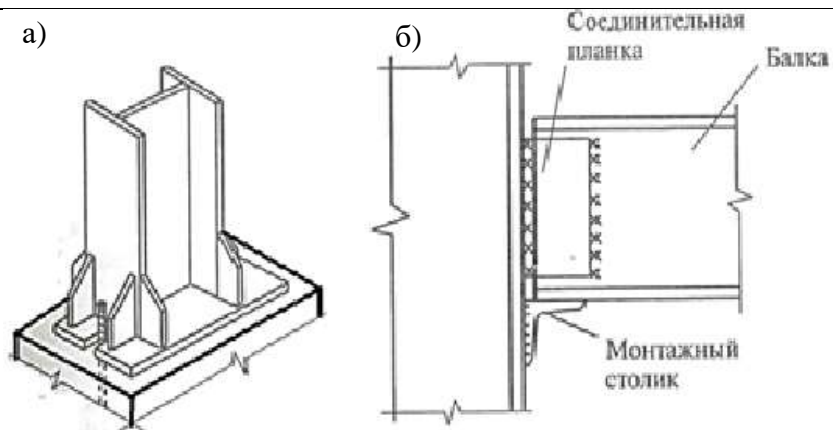

Рис. 2. К задаче 2
**Задача 2.** Оцените, какими считаются следующие соединения: стальной колонны с фундаментом (рис. 2, а); стальной колонны с балкой (рис. 2, б) – шарнирным или жестким?